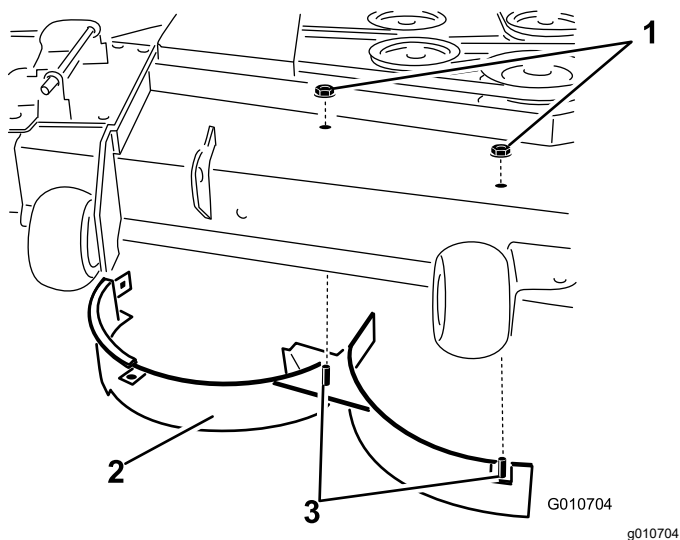

Figura 19
11. Retire las 2 contratuercas (5/16") que sujetan las clavijas soldadas del deflector derecho a la parte superior de la carcasa del cortacésped en las posiciones centro y centro derecha (Figura 19).
12. Retire el perno de cuello cuadrado y la contratuerca que sujetan el deflector derecho a la parte superior de la carcasa del cortacésped, y retire el deflector derecho de la carcasa del cortacésped (Figura 19).